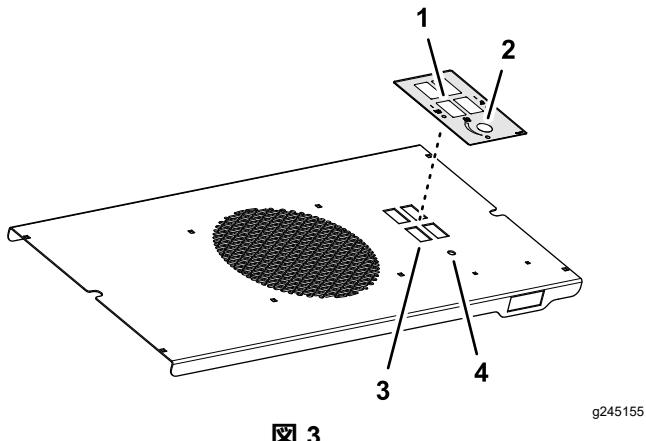

図 3
1. デカルの裏紙を注意深くはがす図 3。
2. 図 3のように、デカルの四角い開口と穴をスイッチパネルの四角い開口と穴に合わせる。